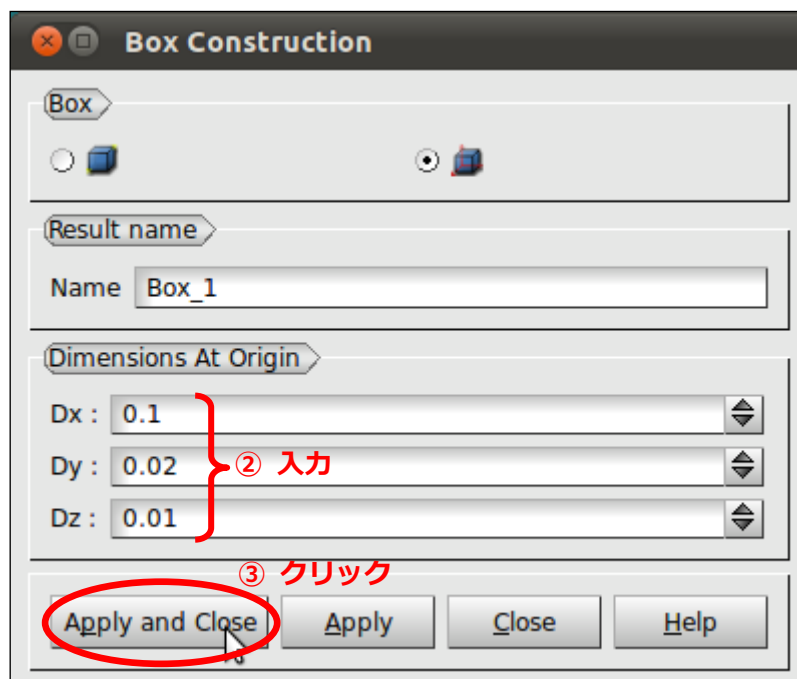

図 8 Box Construction
- ③ 図 8 のようになっていることを確認して、ウィンドウ内下部の[Apply and Close]をクリックする。